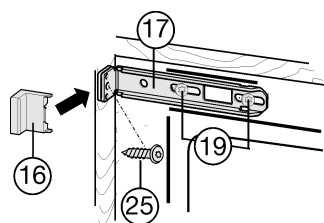

Fig. 28
- ▶ Desserrer un peu les vis Fig. 28 (19).
- ▶ Visser l'étrier Fig. 28 (17) supérieur à l'aide d'une vis à panneaux de particules Fig. 28 (25) ø4x19 sur la paroi du placard.
- ▶ Casser l'extrémité du cache Fig. 28 (16) qui dépasse.
- ▶ Bien serrer les vis Fig. 28 (19).
- ▶ Remettre le cache Fig. 28 (16).